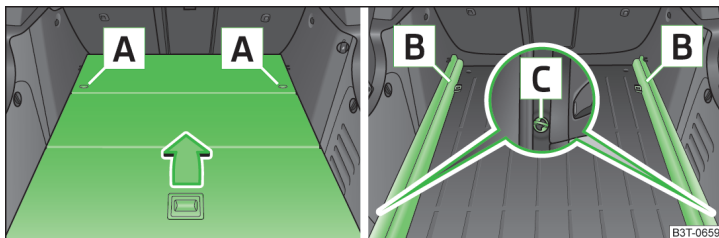

Fig. 111 Portbagajul: Demontarea podelei variabile/Demontarea șinelor de susținere
- Deblocați podeaua variabilă rotind inelul de siguranță **A** » fig. 111 spre stânga, circa 90°.